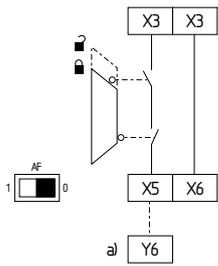

Fig. 10
**Test au démarrage (voir Fig. 10 et 11)**